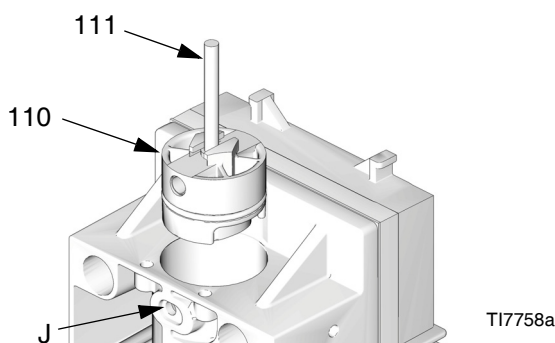

FIG. 10. Demontering av kolvstopp
3. Se FIG. 10. Ta bort hållarstiften (111) ur hålen (J). Vänd stiften och trä i skallarna i spåren i kolvstoppen (110). Dra ut kolvstoppen med hjälp av stiften.